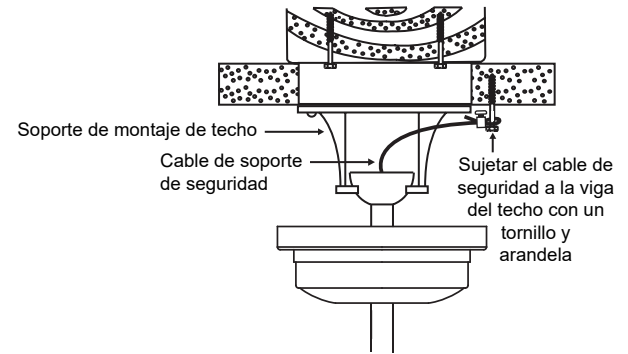

Fig. 8
Paso 1. Coloque el tornillo para madera y las arandelas en la viga del techo junto con el soporte de montaje, pero no lo ajuste. (**Fig. 8**)